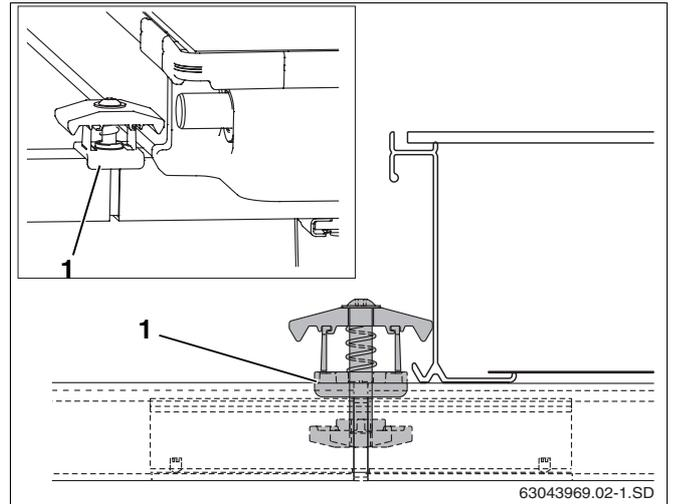

Fig. 47 Montage du tendeur double face
- Insérer le tendeur double face avec l'écrou dans l'ouverture des rails profilés et des connecteurs jusqu'à ce que la patte d'écartement en plastique (fig. 47, **pos. 1**) enveloppe le rail profilé.